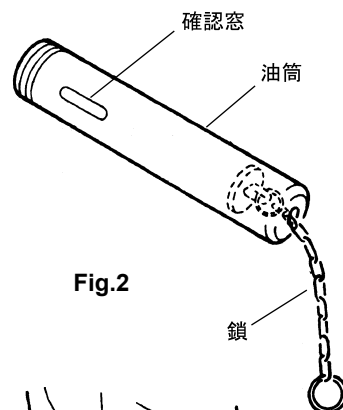

Fig.2
- 2) 油筒の鎖を手元に最後まで引き出し、油筒底部溝の切り欠き部に引っ掛けてください。（Fig.2）